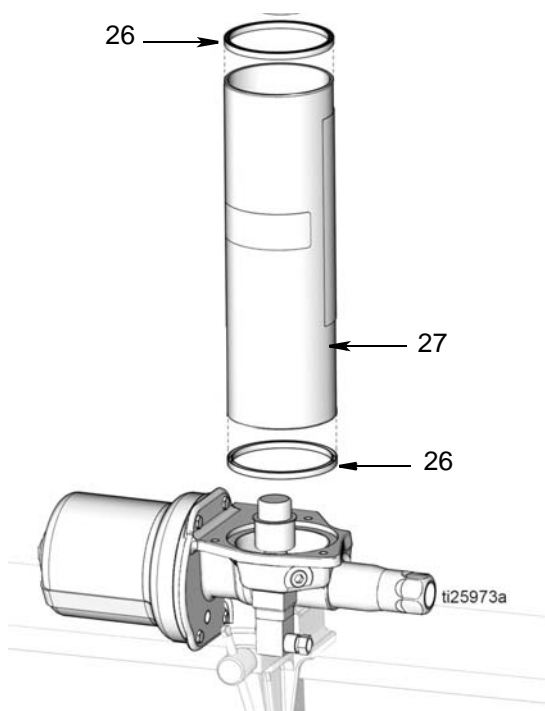

Рис. 56
10. Установите прокладки резервуара (26) на верхнюю и нижнюю части резервуара (27), как показано на Рис. 56.